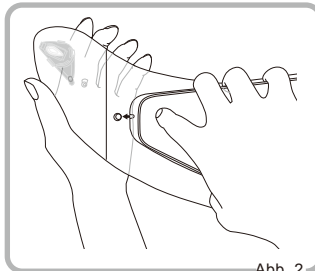

Abb. 2
- ② Sie den Freigabeknopf des Visiers gedrückt halten, wie in Abbildung 2 dargestellt. Eine Seite des Visiers wurde nun gelöst. * Das Visier kann ganz einfach entfernt werden, indem es in dem gleichen Winkel wie das Ende des Freigabeknopfes gezogen wird.
- ③ Wiederholen Sie dieses Verfahren auf der anderen Seite des Helms.
- 2 Visierbefestigung in die Vertiefung auf der Seite des Helms setzen und die Montagelöcher der Visierbefestigung mit den Schraubenöffnungen ausrichten (Abb. 2).
② Wangenpolster dann in der Mitte fest greifen und das Polster abziehen. (Abb. 2)